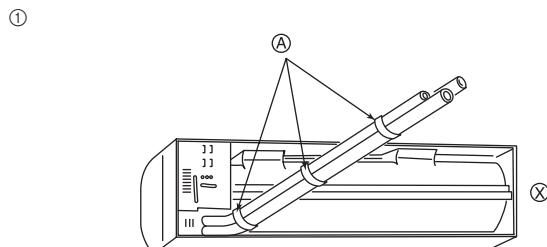

Fig. 3-4
① Attachez un fil à l'orifice.
② Ce niveau peut être obtenu facilement en attachant un poids au fil et en alignant le fil avec la marque.
- ① Tuyautage arrière, droit et inférieur (Fig. 3-4)